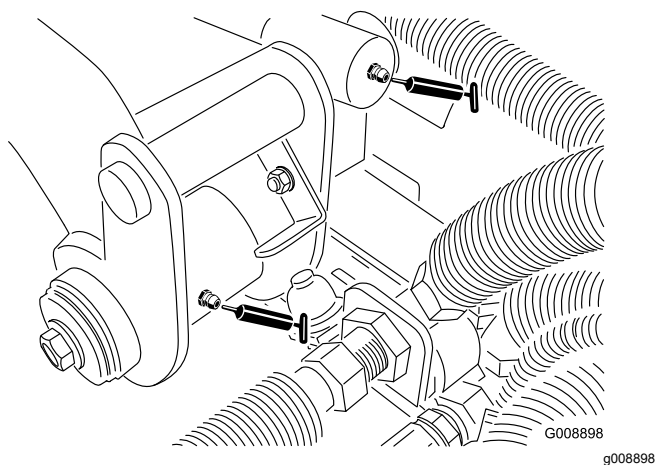

Рисунок 37
- Два задних шарнира подъемного рычага и подъемного цилиндра (Рисунок 37)